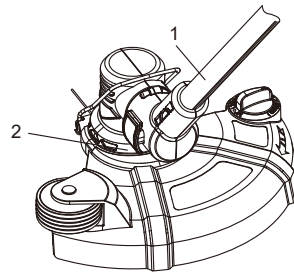

Fig. 9
1. Saisissez le manche télescopique (1) d'une main (Fig. 9).